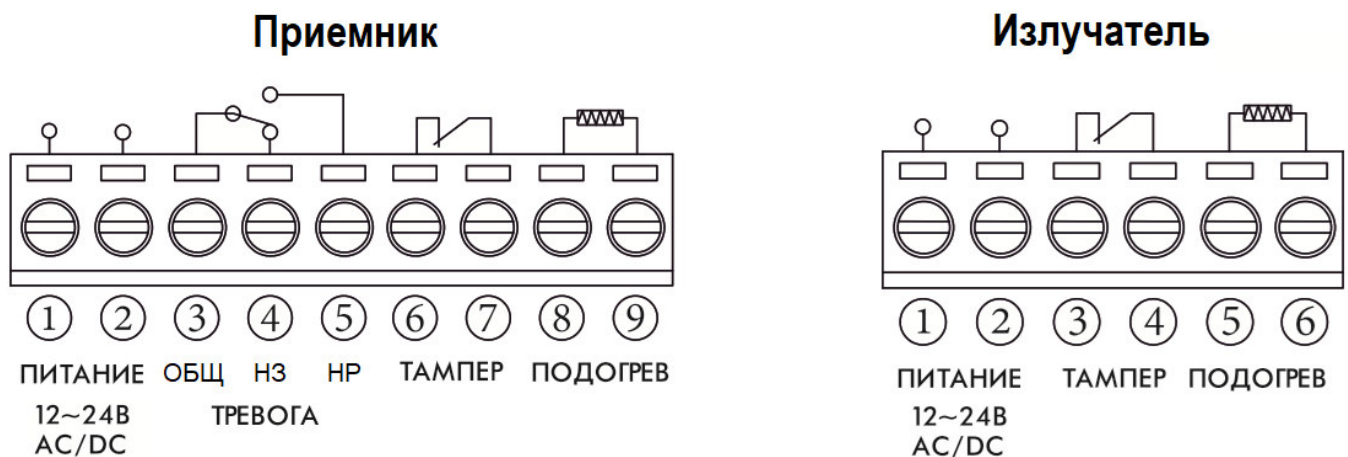

Рисунок 1.1 - Расположение контактов на клеммных колодках приемника и излучателя
Извещение «Вскрытие» формируется при вскрытии корпуса излучателя или приемника путем размыкания контактов тампера (контакты «6» и «7») - см. рисунок 1.1.
- а) клеммные колодки для подключения питания и шлейфов сигнализации (см. рисунок 1.1);
1.2.2.2 Модули подогрева подсоединяются к клеммным колодкам ПОДОГРЕВ излучателя и приемника (см. рисунок 1.1).